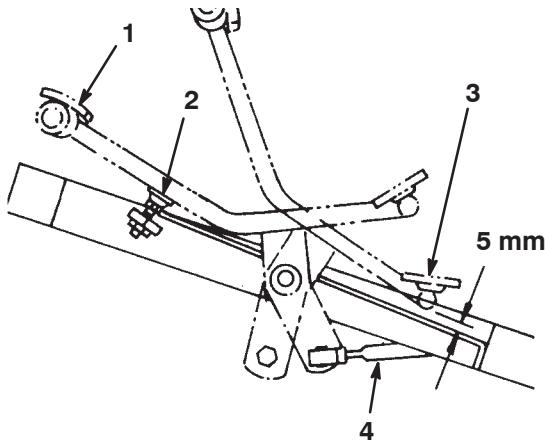

Figure 48
1. Appuyez à fond sur le haut (marche avant) de la pédale de déplacement jusqu'à ce que le tiroir de la section N° 5 soit complètement sorti. La pédale doit toucher la butée (Fig. 48).
2. Vérifiez la distance entre le bas de la pédale et le repose-pied, comme illustré à la Figure 48. La distance doit être d'environ 5 mm. Si la distance est supérieure ou inférieure à 5 mm, il faut régler la tige de commande de déplacement. Procédez comme suit :
- A. Enlevez le contre-écrou et la rotule qui fixent la tige de commande (Fig. 48) au pivot de l'arbre de transmission.